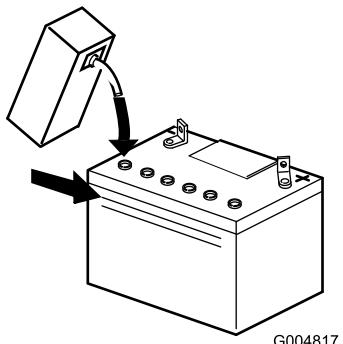

Figura 4
- Aggiungete lentamente l'elettrolito in ogni elemento della batteria finché il livello non raggiunge la linea superiore sulla cassetta della batteria (Figura 4).